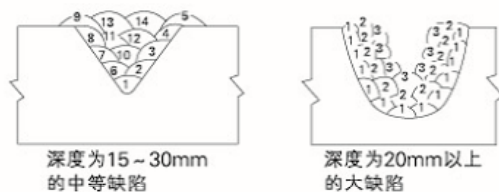

图3. 隔离层堆焊法
- ①根据母材大小不同，预热温度参照表1。
- ②为防止过热，减少变形以及防止出现裂纹，每次的焊道长度应小于50mm，尽量采用线状焊道施焊。
- ③为减少焊接的收缩应力，必须进行锤击。每一焊道焊完后请立即用锤击，直至焊道的波纹消失为止。
- ④较小的研钵状坡口，从底部漩涡状向上堆焊(图2)。长焊道时，为防止裂纹，宜采用后退法、跳焊法、对称法(表2)。坡口深的时候，适合隔离层堆焊法(图3)。